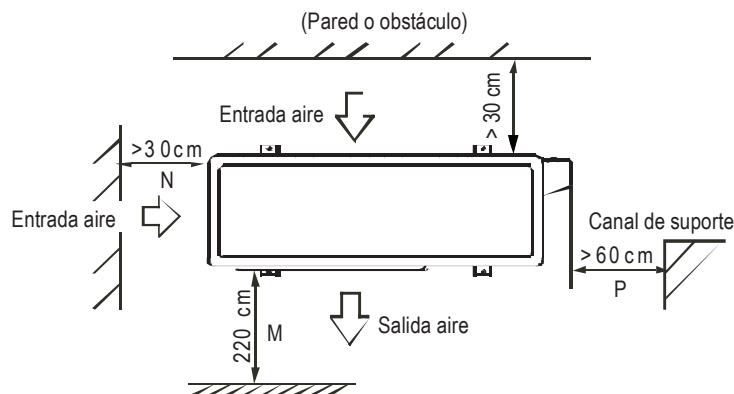

Fig. 6-6
- Fijar firmemente la unidad por medio de pernos para evitar cualquier movimiento (véase Fig. 6-6).